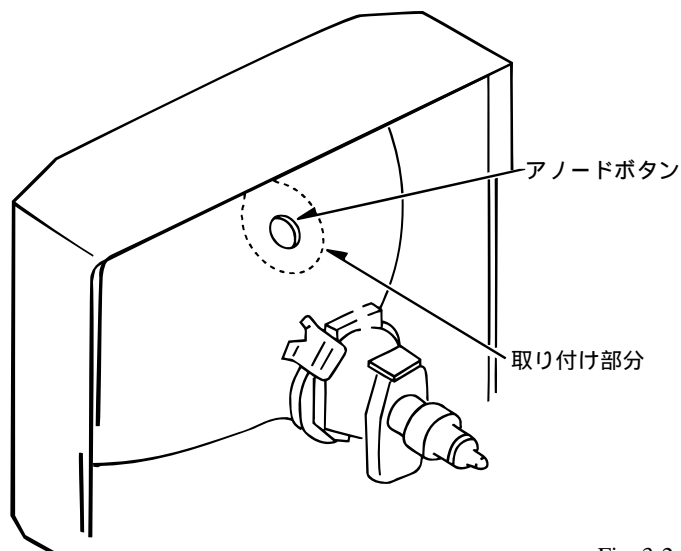

Fig. 3-2
- (1) アルコール等を少量含ませた綺麗な布で取り付け部分を拭く。(Fig 3-2参照)
- (2) 指定されたシリコングリス (KS-650Nを使用)を適量だけ円周方向に塗布する。(Fig 3-2参照)